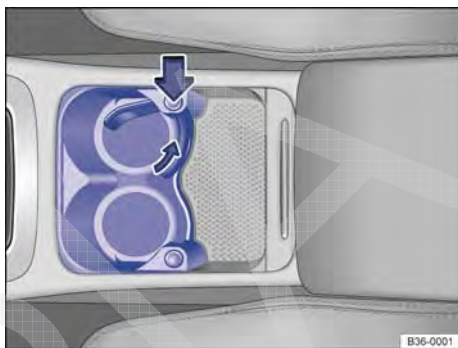

Fig. 168 No console central dianteiro: porta-copos (variante 1). Rebater o suporte no porta-copos aberto.
- Pressionar o botão → Fig. 168 (seta grossa) para girar o suporte para fora.
- Girar o suporte de volta ao console → Fig. 168 (seta menor). O suporte precisa se encaixar.